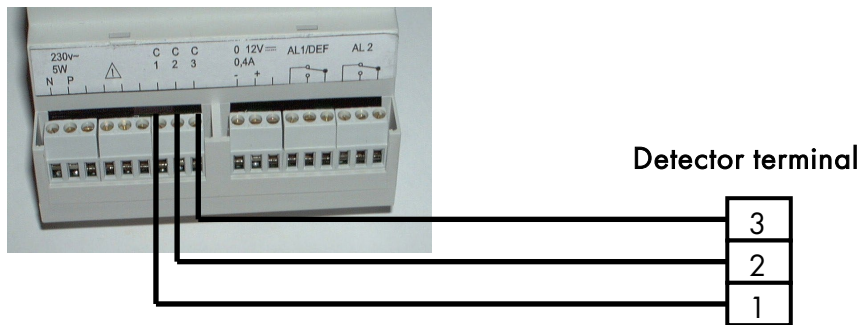

Abbildung 3: Detector connections
- Die Klemmen C1-C2 und C3 der Surveyor 4B und des Sensors werden mit ihrem jeweiligen Gegenüber verbunden (Abbildung 3).